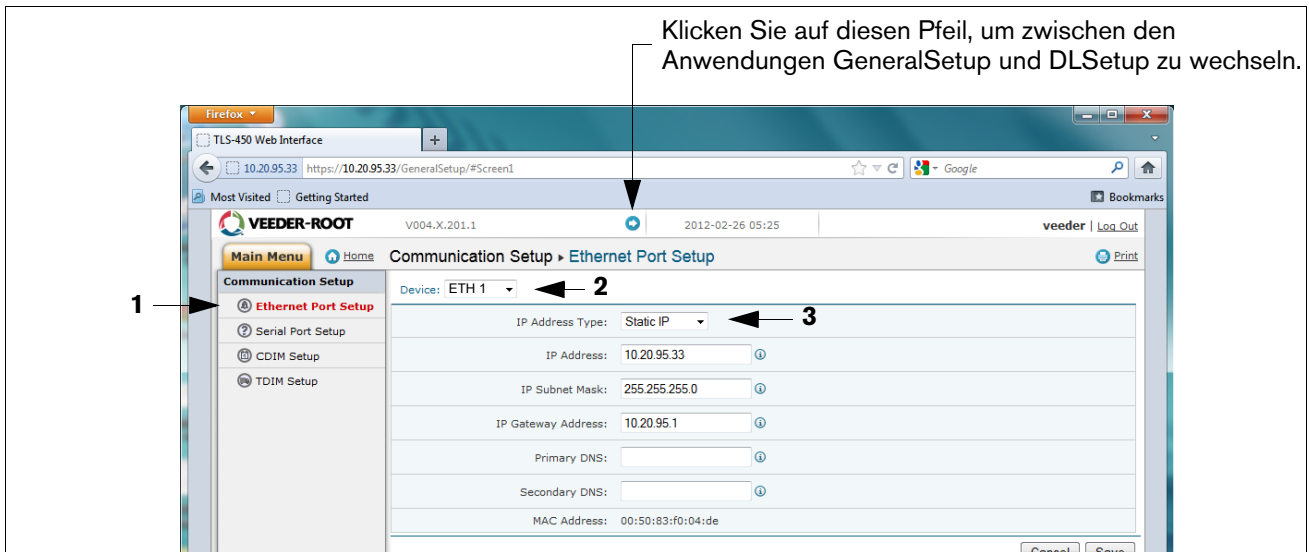

Abbildung A-4. Ethernet-Port-Setup
HINWEIS: Der Datenlogger führt gleichzeitig zwei Anwendungen aus: eine davon programmiert das Protokoll für den Allgemeinen Datenaustausch (GeneralSetup), die andere zeigt, wie der Datenlogger seine Informationen erfasst (DLSetup). Durch Drücken des blauen Pfeils oben in der Mitte des Bildschirms können Sie zwischen den beiden Programmen umschalten (siehe Abbildung A-4.). Klicken Sie nach Eingabe der Auswahl/ von Änderungen in Felder auf einer beliebigen Seite auf die Schaltfläche "Speichern", um Ihre Eingaben zu speichern oder auf "Abbrechen", um sie zu verwerfen. Programmierbildschirme für das Setup des Datenloggers sind unter Tabelle A-2 aufgeführt.
- Klicken Sie auf der Seite "Kommunikations-Setup" (siehe Abbildung A-4.) auf "Ethernet-Port-Setup" (1) und wählen Sie im Dropdown-Menü den Gerätetyp "ETH 1" (2) aus. Im IP-Adressentyp-Feld (3):
Wenn der Standort eine statische IP-Adresse verwendet, wählen Sie "Static IP" aus und geben Sie die vom Netzwerkadministrator zugewiesene IP-Adresse ein. Klicken Sie anschließend auf die Schaltfläche "E ShW", um diese Einstellungen beizubehalten (siehe Beispiel Abbildung A-4.).